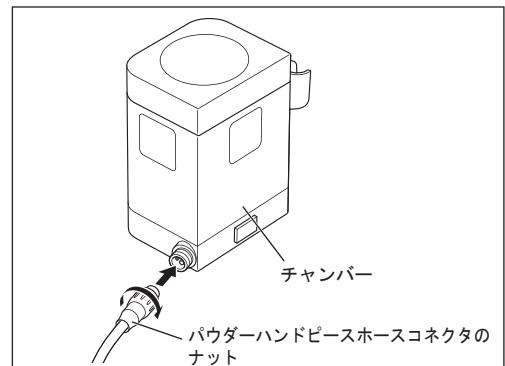

図7
- 2) パウダーハンドピースホースコネクタをパウダーハンドピースホースソケットの穴に合わせてまっすぐに挿し込み、コネクタのナットを締めます（図7）。